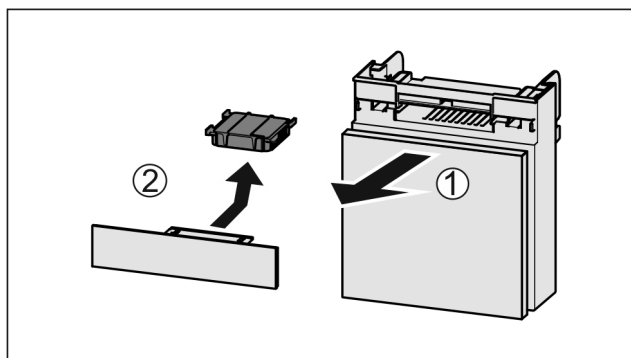

Fig. 119
- ▶ Wyciągnąć Fig. 119 (1) komorę do przodu.
- ▶ Wyjąć Fig. 119 (2) filtr z węglem aktywowanym.